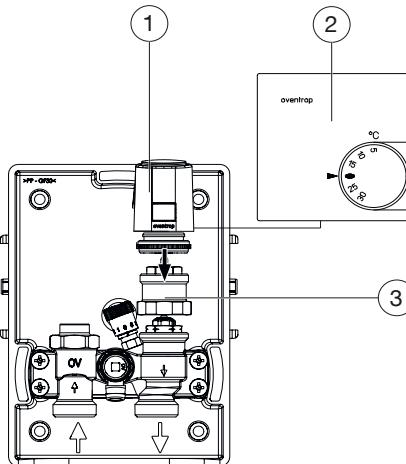

Abb. 9: Raumthermostat mit Stellantrieb montieren
3. Schrauben Sie die Verlängerung (siehe Abb. 9 auf Seite 13 (3)) auf das Ventil.
4. Schrauben Sie den Stellantrieb (siehe Abb. 9 auf Seite 13 (1)) auf das Ventil. Führen Sie das Kabel durch die Bohrung im Wandbaukasten (siehe 6.1 auf Seite 9).